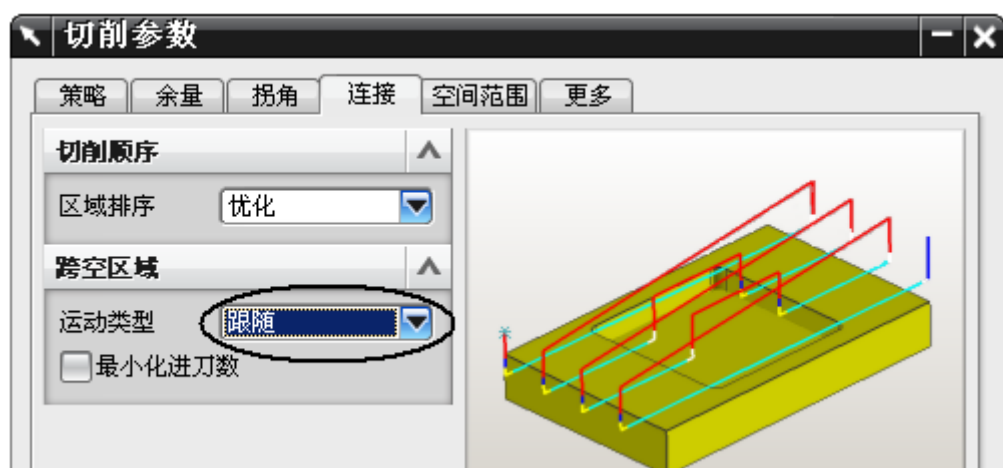

图 8-67
- 单击连接, 设置跨空区域 Across Voids 为跟随, 如图 8-67 所示, 刀具在空处以**快进**速度跨越, 单击 OK。